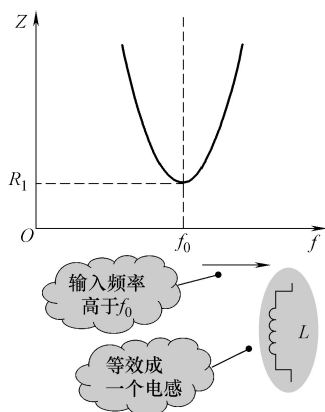

图 9-93 输入信号频率高于谐振频率  $f_0$  时阻抗特性曲线
2) 输入信号频率高于谐振频率  $f_0$  情况分析。如图 9-93 所示是输入信号频率高于谐振频率  $f_0$  时阻抗特性曲线, 相当于一个电感 (电感量大小不等于  $L_1$ ), 如图所示。